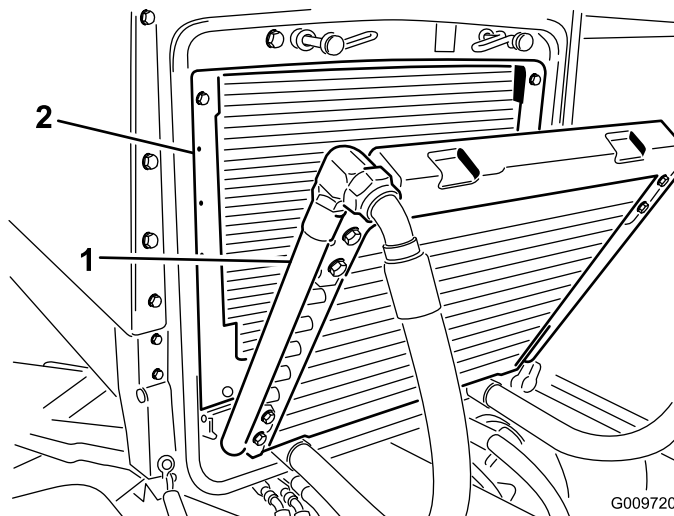

図 78
3. クーラを後ろに傾ける。オイルクーラとラジエターの裏表を（図 78）圧縮空気ですら丁寧に清掃する。機体の前側からエアを吹きつけて後ろ側にゴミを吹き飛ばします。その後、今度は後ろ側から前側に向かって吹きつけて清掃します。この作業を数回繰り返してごみやほこりを十分に落としてください。